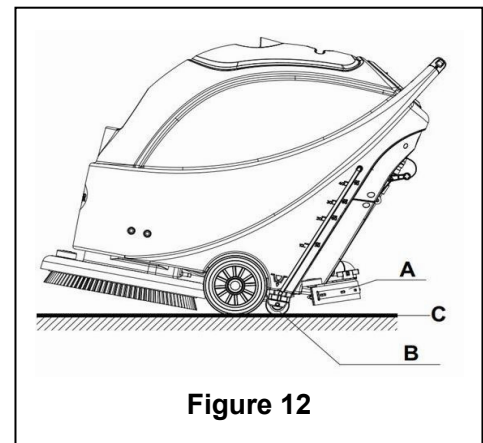

Figure 12
8. Relâchez l'interrupteur de sécurité (1) pour éteindre la brosse/le plateau porte disque et l'électrovanne.
9. Appuyez sur l'interrupteur de la pompe d'aspiration (42) sur la position "O" et la pompe d'aspiration s'arrête de fonctionner après une temporisation de 5 secondes.
10. Appuyez sur l'interrupteur de l'électrovanne(44) sur la position "O" pour arrêter complètement le fonctionnement de l'électrovanne.
11. Appuyez sur l'interrupteur d'alimentation (41) sur la position "O".
12. Utilisez la poignée de levage de la raclette (14) pour soulever la raclette.
13. Saisissez le guidon (2) et inclinez légèrement la machine vers l'arrière jusqu'à ce que la roue de guidage (B) touche le sol. Voir **Figure 12**.